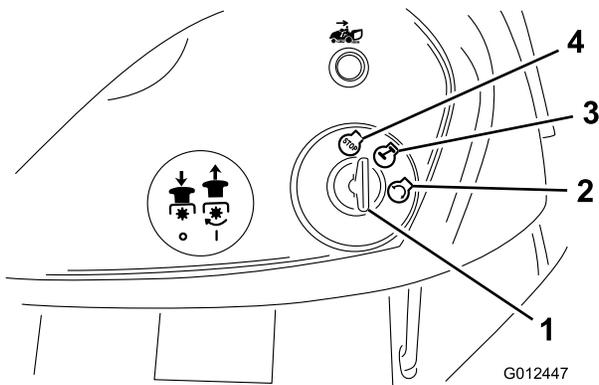

Bild 12
- Drehen Sie den Zündschlüssel nach rechts und halten ihn auf Start (Bild 12).
- Drehen Sie den Zündschlüssel auf die Aus-Stellung (Bild 12).